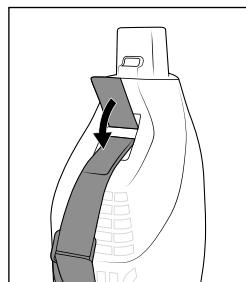

Fig. 5
- ♦ Træk bæreremmen 27 gennem bærerems-fastgørelserne 5/11 på bagsiden af motorenheden 8, og luk velcrolukningerne (se fig. 5 og 6).